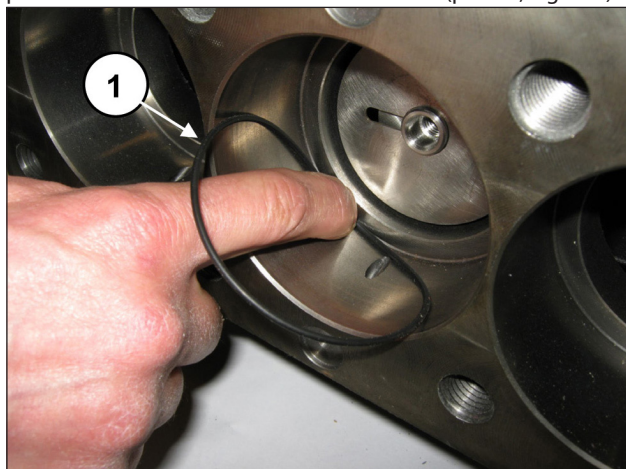

Fig. 172
Extraia o grupo de suporte dos vedantes e a ferramenta do tampão. Remova o O-ring do fundo do suporte do vedante, se não permanecer no interior do cárter da bomba (pos. ①, Fig. 172).